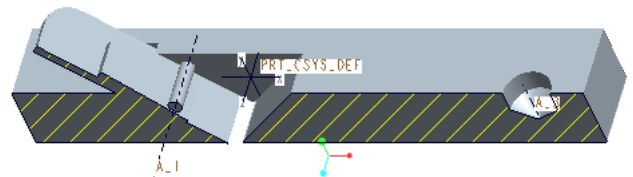

図 4-83 新設定ハッチング表示
- ハッチングを選択し、間隔を 1/2、角度を 45°、線種を実線、色を黄色にした場合の新しい断面を図 4-83 に示す。